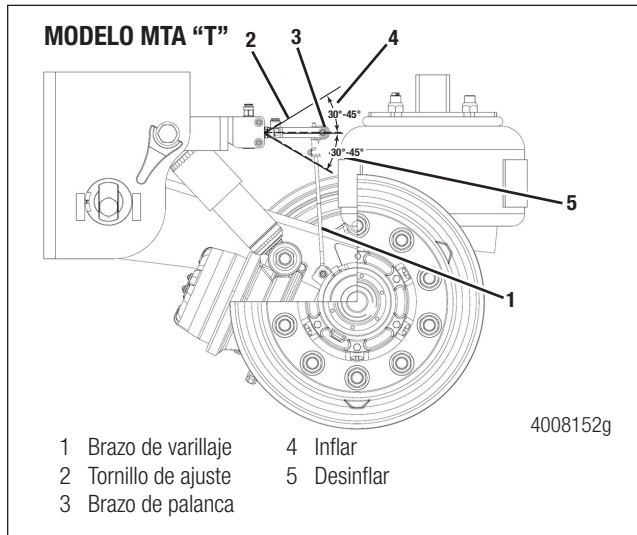
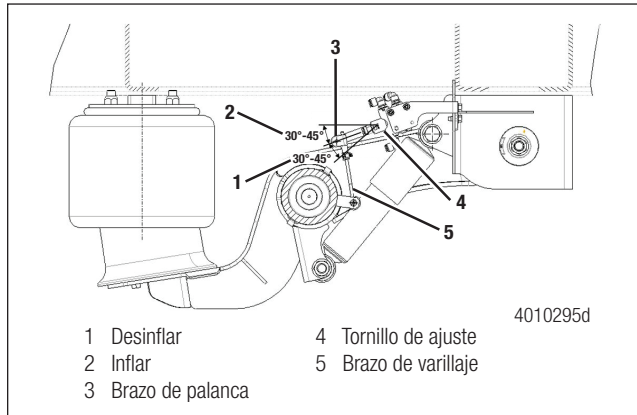

Figura 6.4
Figura 6.5
6. Desconecte el brazo de varillaje del perno de varillaje superior. Reemplace el varillaje si está doblado o dañado. Figura 6.4 y Figura 6.5.
7. Verifique que todo el personal esté alejado de los resortes neumáticos. Infle o desinfla los resortes neumáticos al levantar o bajar el brazo de palanca de la válvula de control de altura de la suspensión (RHC) de 30 a 45 grados. Para inflar, mantenga el brazo de palanca en la posición ARRIBA durante al menos 15 segundos o hasta que la suspensión esté a la altura correcta. Consulte la Sección 4 Altura de manejo de la suspensión, carrera y espacio libre a los neumáticos en la página 11. Figura 6.4.
8. Cuando la suspensión esté a la altura correcta, coloque el brazo de palanca del RHC en la posición neutral. Figura 6.4.